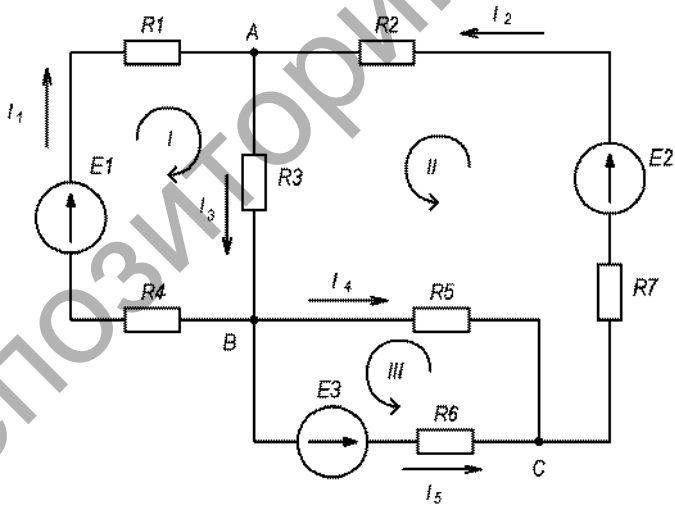

Рисунок 1.36
**Решение.** Обозначим узлы буквами  $A$ ,  $B$  и  $C$ , зададим условные направления токов  $I_1 \dots I_5$  в ветвях цепи и направления обхода контуров (рис. 1.36).